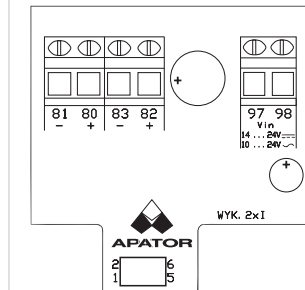

Fig. 30
2. 2 salidas de corriente (Fig. 30):